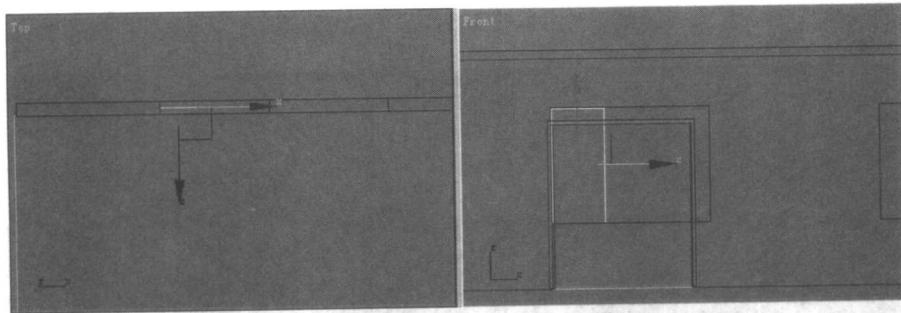

图 1-16 创建的矩形
**①** 单击二维图形创建命令面板中的 **Rectangle** 按钮，在前视图中创建一个 Length(长度)为 1400、Width(宽度)为 640 的矩形，其形态和位置如图 1-16 所示。